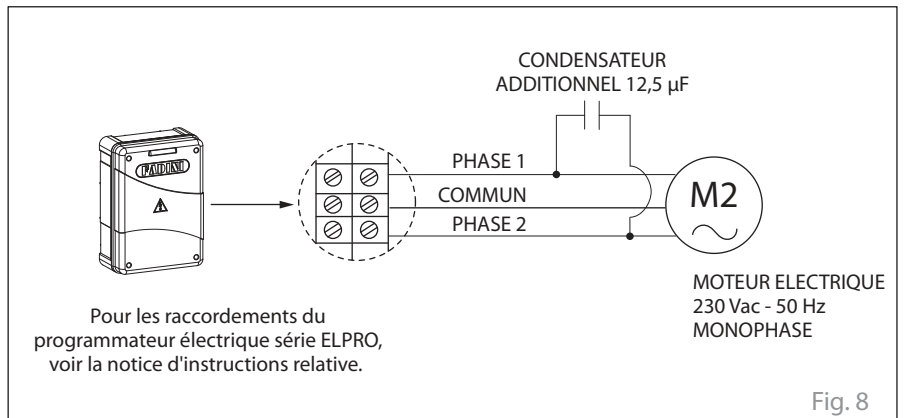

Fig. 8
Pour invertir le sens de rotation du moteur électrique il faut invertir la phase 1 avec la phase 2, lorsque le commun reste fixe dans sa borne (Fig. 8).
**ATTENTION:** au cas ou il n'y ait pas assez de courant électrique pour demarrer l'opérateur, ajouter un condensateur de 12,5 µF et le raccorder en parallele aux deux phases du moteur électrique (Fig. 8).